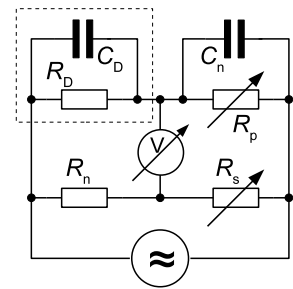

Abbildung 1: Prinzipschaltbild für eine Wechselstrombrücke
Zum Ausmessen einer Kapazität eignet sich eine Schaltung nach Abb. 1. C_D ist der auszumessende Kondensator, R_D sein Verlustwiderstand. R_p und R_s sind die beiden verstellbaren Widerstände, C_n eine feste Vergleichskapazität und R_n ein fester Vergleichswiderstand.
Die Abgleichbedingung lässt sich anhand von Abb. 1 ableiten. R_D ersetzt die Kombination des Widerstands R_v mit den Innenwiderständen von Diode, Spannungsquelle und Voltmeter. Mit $R_n = 1000 \Omega$ und $C_n = 1000 \text{ pF}$ folgt bei abgeglichener Brücke die einfache Beziehung.
2. Leiten Sie die Abgleichbedingungen für die Wechselstrombrücke nach Abb. 1 unter Benutzung der komplexen Schreibweise ab.